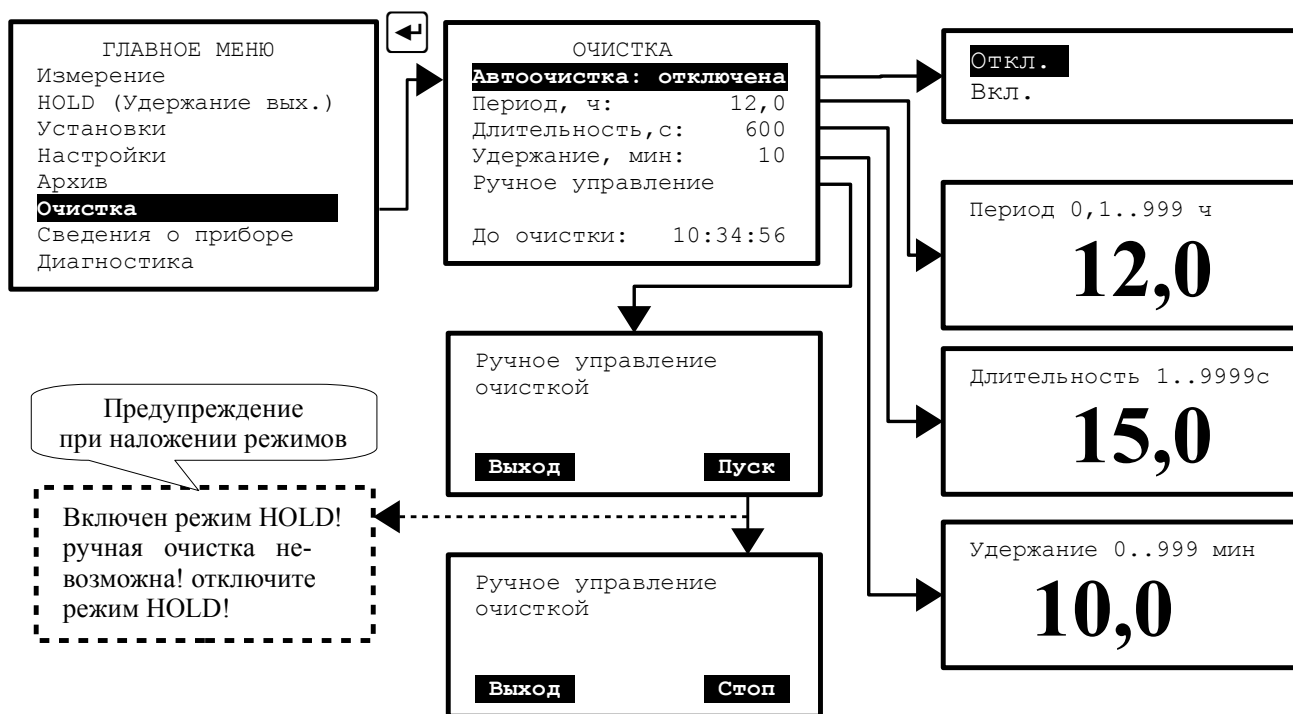

Рисунок 20 - Установка параметров режима очистки
3.3.7.1 Режим очистки (смотри Рисунок 20) предназначен для управления устройством воздушной, струйной, ультразвуковой или другими видами очистки датчиков путём включения исполнительного реле (реле № 3).
3.3.7.5 Управление работой исполнительного реле возможно в режиме ручного управления (Рисунок 20). После выхода из режима ручного управления включается удержание выходных сигналов, которое сигнализируется светодиодом № 3 и надписью **CLEAN** на дисплее.